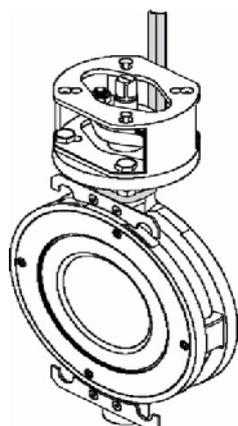

Figure 1
- Applicare le cinghie di sollevamento come in fig. 1 a fig. 3.